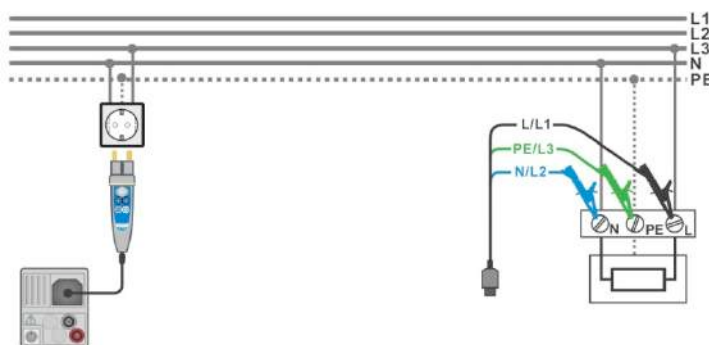

Рисунок 8.10: Измерение АВТО TN.
- Подключите измерительный кабель или разъем «Commander» к испытываемому объекту, см. **Рисунок 8.10: Измерение АВТО TN**.